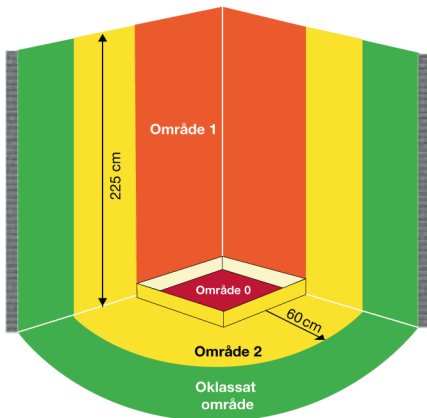

Fig 23. Områdesindelning - Dusch med kar.
- på ett avstånd av 120 cm från mittpunkten av duschhuvudet för duschar utan duschkar (se fig 23 och 24).